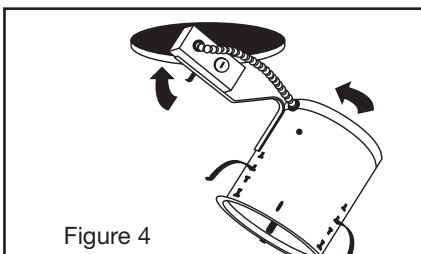
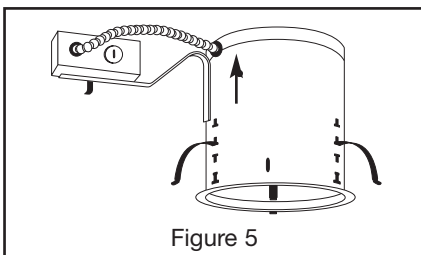

Figure 4
Figure 5
**Step 3.** Press housing through ceiling opening so it is flush to ceiling (Fig. 4). Push retention clips outwards until each clip tab clicks into position. On some housings, a single "T" slot clip is provided for additional support. Insert clip through "T" slot from inside housing, force clip down with screwdriver until clip is seated. Secure clip by tightening screw. (Fig. 5).
**Paso 3.** Instale la caja a través de la abertura del cielo raso, de manera que quede a ras del cielo raso (fig. 4). Empuje los clips de retención hacia afuera hasta que la aleta de cada clip se conecte a presión en su lugar. En algunas cajas, un solo clip de la ranura de "T" se proporciona para ayuda adicional. Inserte el clip a través de la ranura de "T" por dentro de la caja, forsa el clip hacia abajo con el destornillador hasta que se asienta el clip. Asegure el clip apretando el tornillo (fig. 5).